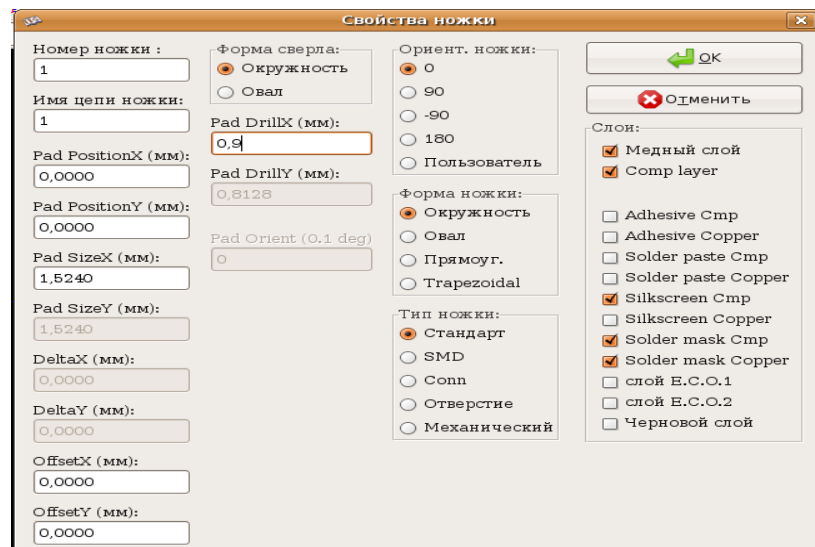

Рисунок 12 — Свойства вывода
9. Надо выбрать первый контакт  в левой панели, затем второй и т.д. Первый контакт желательно поставить  в начало координат. Надо указать свойства контакта: контекстное меню — Edit Pad (рисунок 12). Обязательно надо указать имя цепи ножки, иначе к контакту не будет подводиться проводник, например, номер ножки -1, имя цепи ножки -1, а у номера ножки 2, имя цепи ножки - 2.